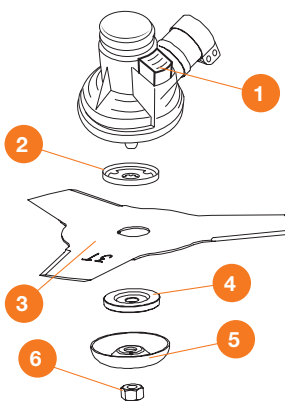

Рис. 12
Установите на шпиндель редуктора верхний опорный фланец ②, нажмите на клавишу ① и заблокируйте вал шпинделя. Установите диск или нож ③ посадочным отверстием на выступ опорного фланца ② и прижмите фланцем ④, установите защитную фигурную шайбу ⑤ и закрепите гайкой ⑥ в направлении против часовой стрелки (Рис. 12).